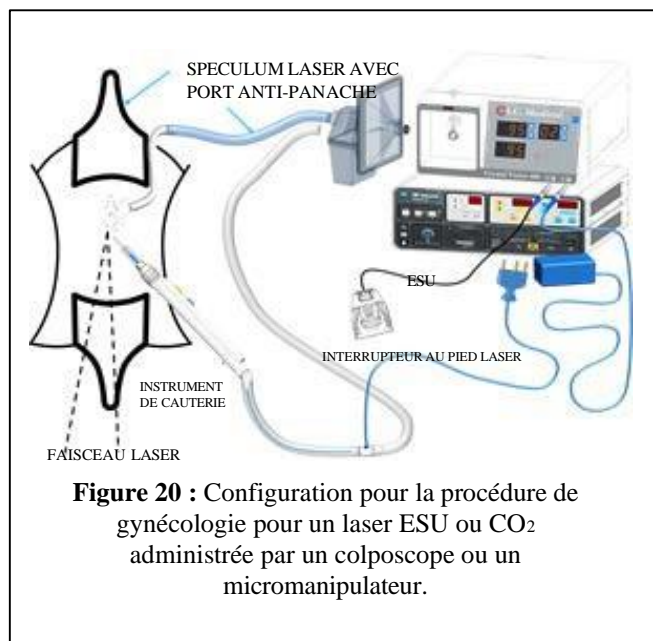

Figure 20 : Configuration pour la procédure de gynécologie pour un laser ESU ou CO₂ administrée par un colposcope ou un micromanipulateur.
3. Reportez-vous à la Figure 20 pour la configuration.